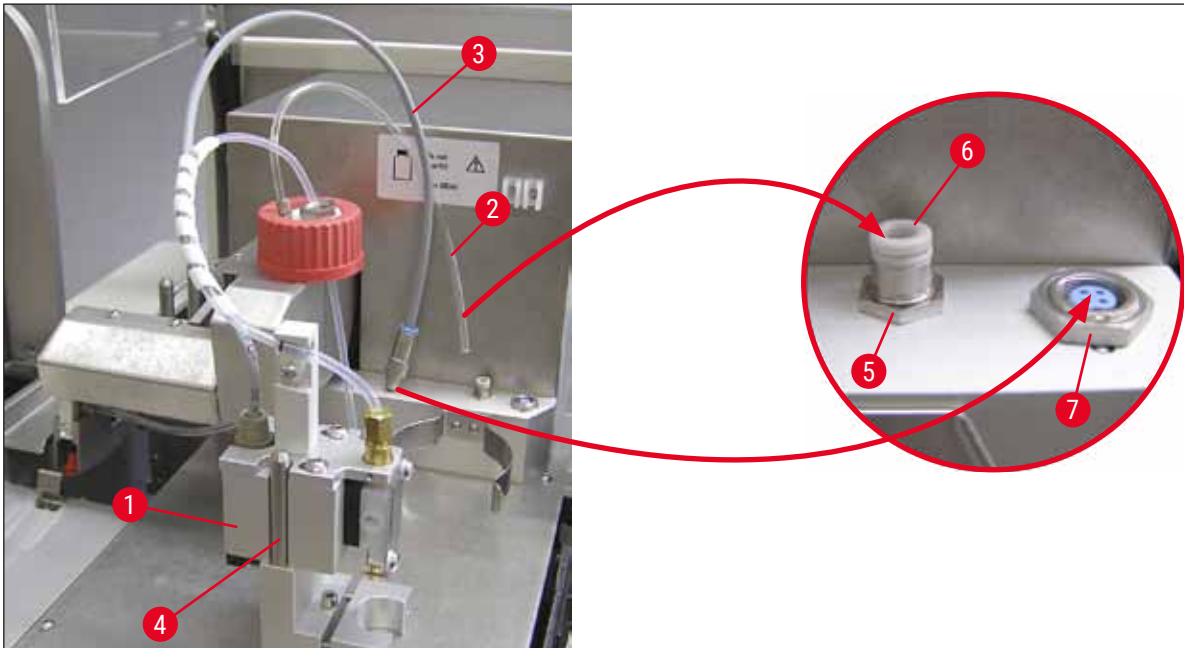

Abb. 11
2. Den Dispenser (→ Abb. 11-1) in die Halterung (→ Abb. 11-4) für die Prime-Position einsetzen (→ Abb. 11).